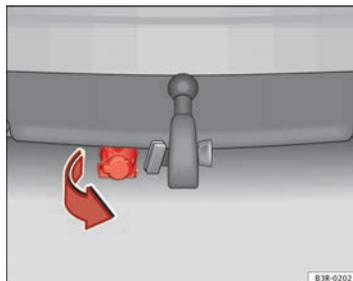

Fig. 163. Parachoques trasero: Pivotar hacia abajo la toma de corriente para el remolque
- Bascule hacia abajo la toma de corriente que se encuentra bajo el parachoques para conectar los cables del remolque ⇒ fig. 163.